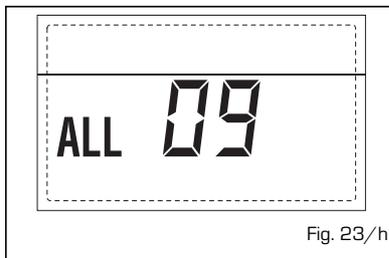

Fig. 23/h
- ANOMALIA SONDA AUSILIARIA "ALL 10" (fig. 23/l)